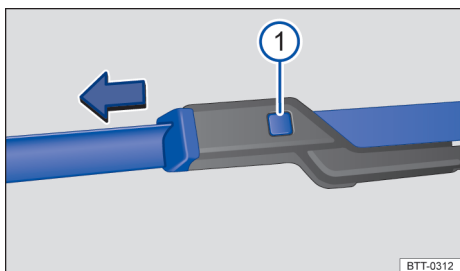

Fig. 125 Substituir as palhetas dos limpadores do para-brisa.
- Manter o botão de destravamento → Fig. 125 ❶ pressionado e, ao mesmo tempo, retirar a palheta do limpador do para-brisa no sentido da seta.